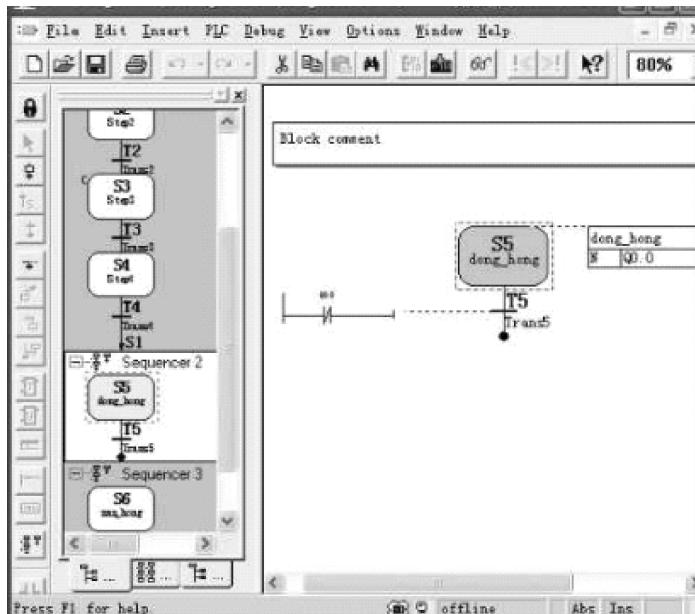

图 6-35 在 Sequencer 2 里编写程序
3) 单击浏览视图的 Sequencer 2, 打开步 5 (S5) 的编程界面, 编写图 6-35 所示的程序。